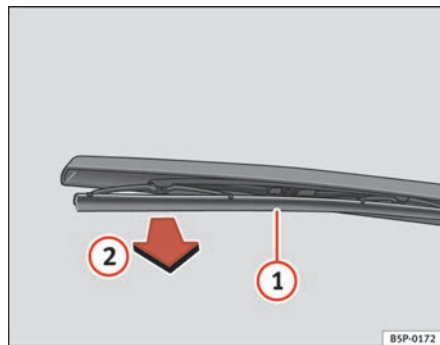

Abb. 149 Scheibenwischerblatt hinten auswechseln
- Klappen Sie den Scheibenwischerarm von der Heckscheibe weg ⇒ Abb. 149.
- Hängen Sie das Wischerblatt ① aus und ziehen Sie es heraus ② ⇒ Abb. 149.